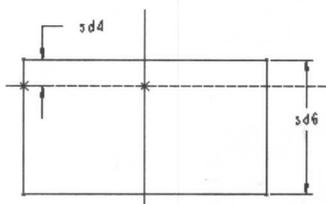

图 1-19
- ⑧ 单击菜单【工具】→【关系】命令，打开【关系】窗口，模型中尺寸显示为符号形式，如图 1-19 所示。